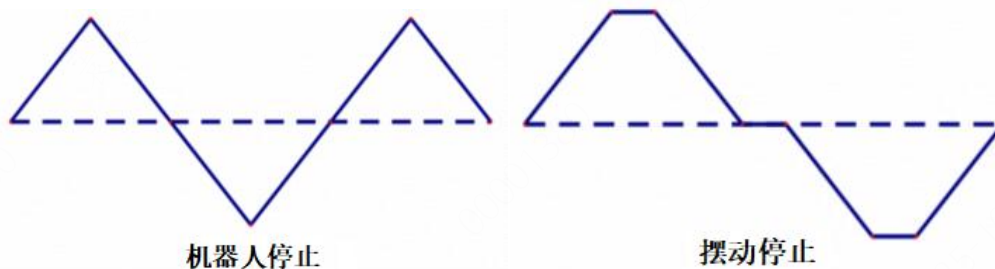

图 3-17 等待类型示意图
(8) 摆弧半径：设置圆弧波和 8 字形摆动时候，要设置摆弧半径。单位：mm。范围：0.1-100。
(9) 等待类型：分为机器人停止和摆动停止，如下图 3-17 所示。选择摆动停止，只有摆动停止，前进方向的运动不停止。如果选择机器人停止，则表示在停止时间处，摆动和前进运动都停止。